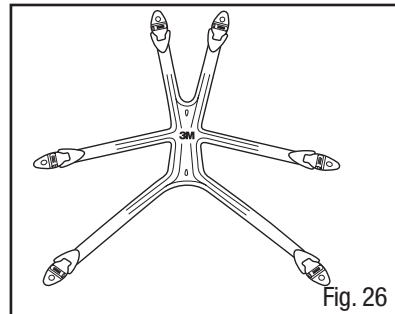

Fig. 26
3. Coloque o suporte de cabeça para baixo em uma superfície plana com o logotipo 3M voltado para cima (Fig. 26).